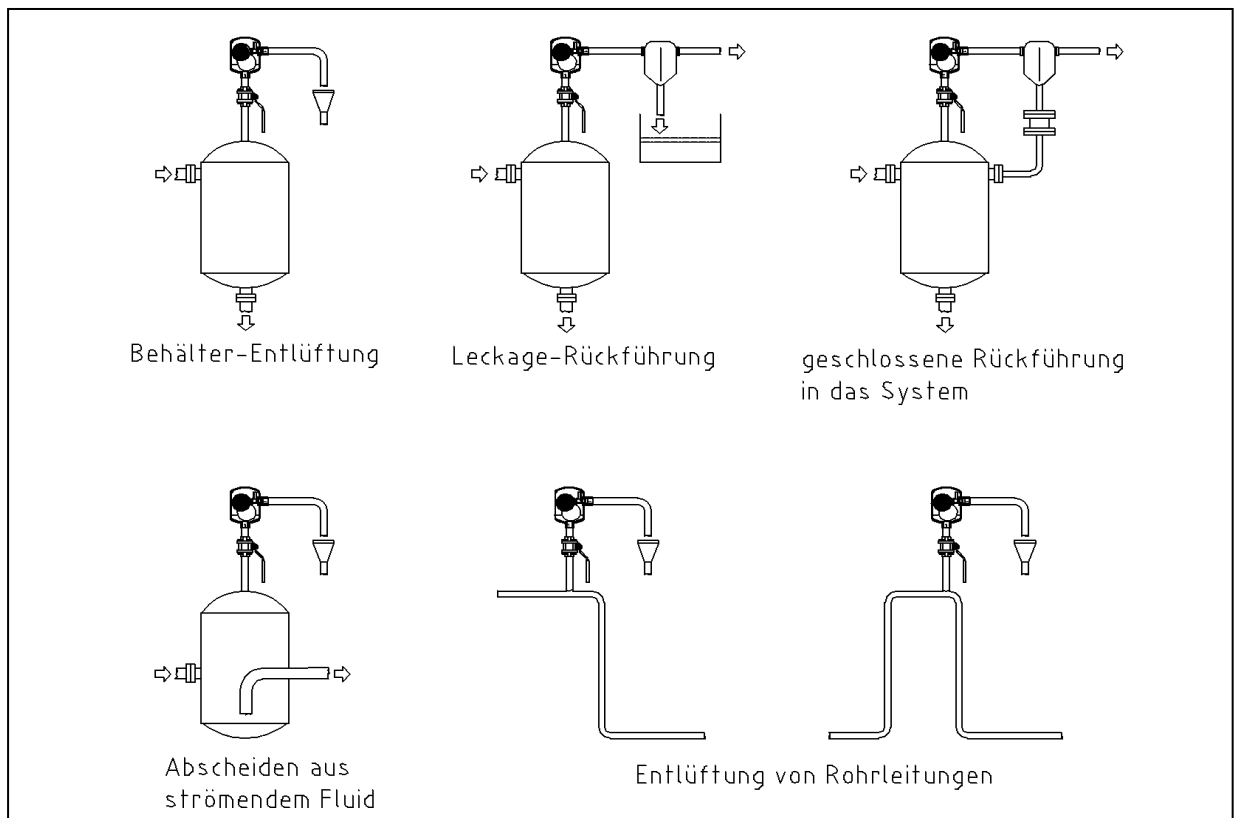

Bild 3: Einbaubeispiele 8064
- + Da es sich um einen metallischen Ventilabschluss handelt, ist eine geringe Tropfenleckage nicht zu vermeiden. Ggf. und je nach Gefährdung durch das Betriebsmedium ist am Austritt eine Auffangleitung vorzusehen (siehe Einbaubeispiele Bild 3)
- + Installation gemäß Bild 3 über eine senkrechte Steigleitung auf dem Anlagenhochpunkt